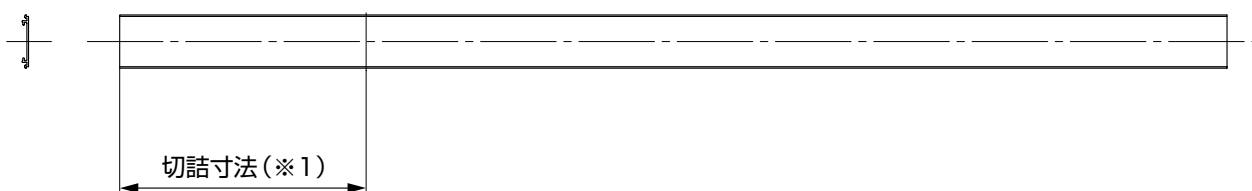

図3-3 隙間カバー横枠カバー
④隙間カバー横枠カバーを隙間カバー横枠と同じ長さ(※1)に切詰めてください。(図3-3参照)